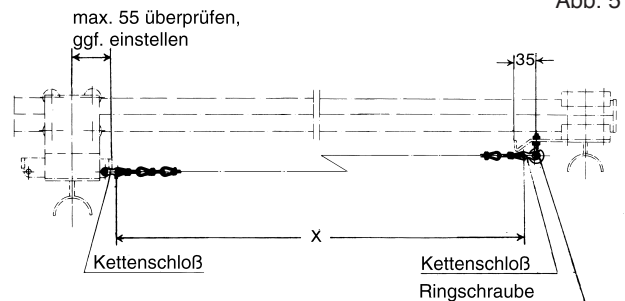

Abb. 5
2.9 Die **Zugentlastungsketten** werden auf die errechnete Einzellänge (Maß X) abgeschnitten und zwischen alle Wagen und der Endklemme montiert (s. Abb. 5).